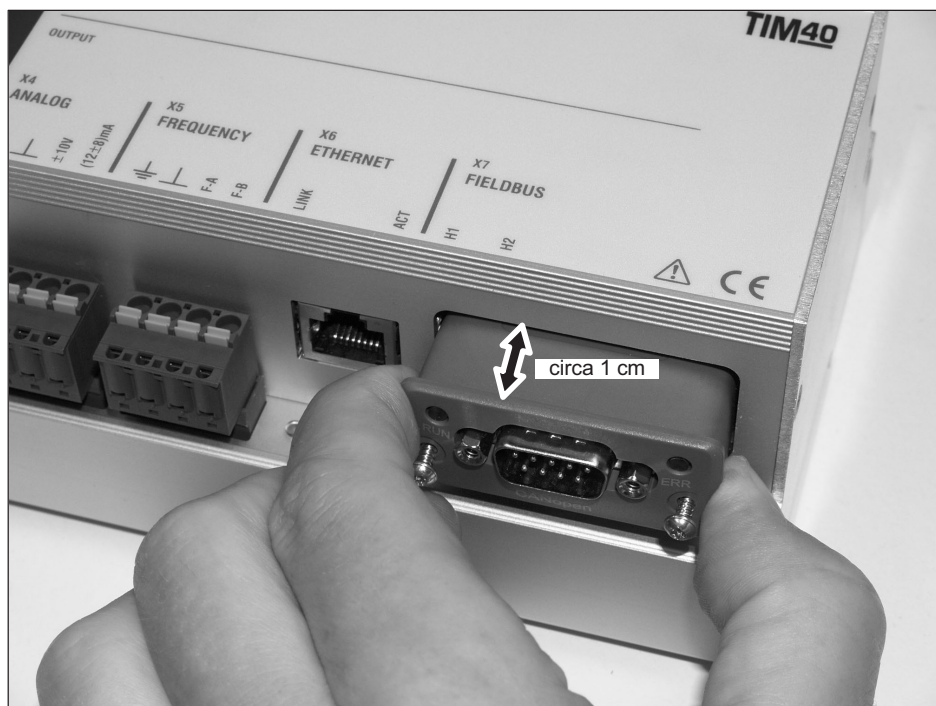

Fig. 8.3 Montare il modulo
- Spingere il modulo con cautela nella custodia con il lato piatto rivolto verso il basso. Quando il modulo sporge solo circa di 1 cm dalla custodia, si avverte una resistenza (vedi Fig. 8.3). Ora il modulo viene centrato usando le scanalature di guida laterali. Spingere ulteriormente con cautela il modulo nella custodia finché non poggia in modo piano.